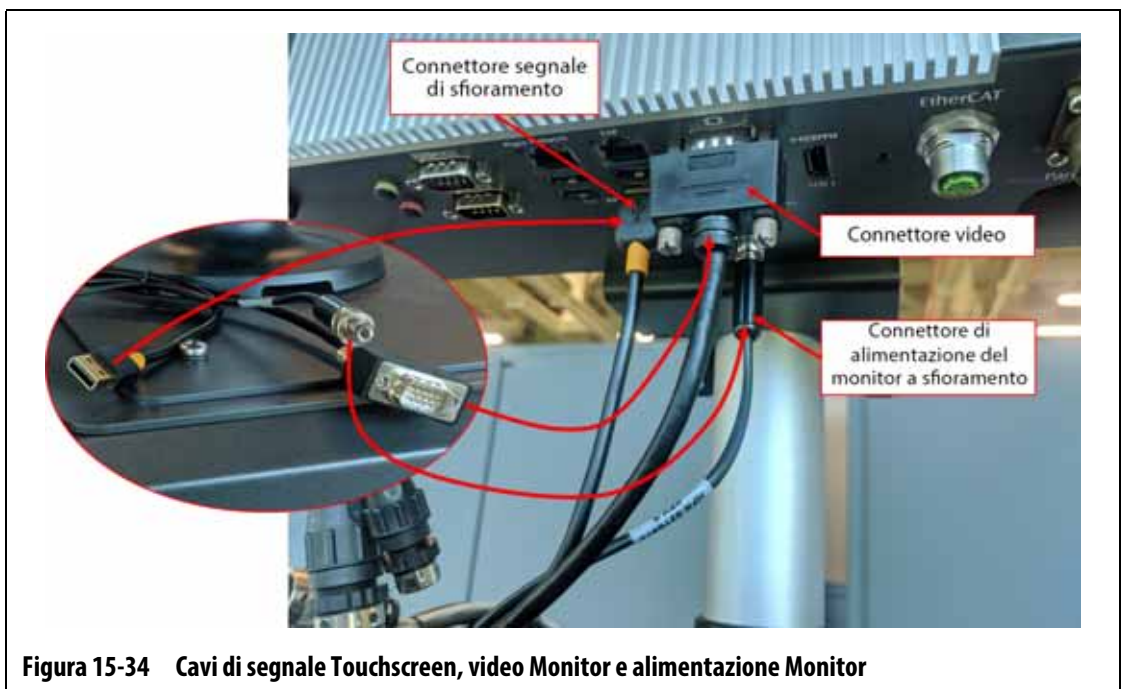

Figura 15-34 Cavi di segnale Touchscreen, video Monitor e alimentazione Monitor
7. Collegare il connettore del cavo Segnale Touchscreen, il connettore del cavo Video monitor a sfioramento e il connettore del cavo di Alimentazione del Monitor a sfioramento ai connettori Touchscreen, LCD 12 VCC e VGS sulla parte inferiore della MCU. Consultare la Figura 15-34.